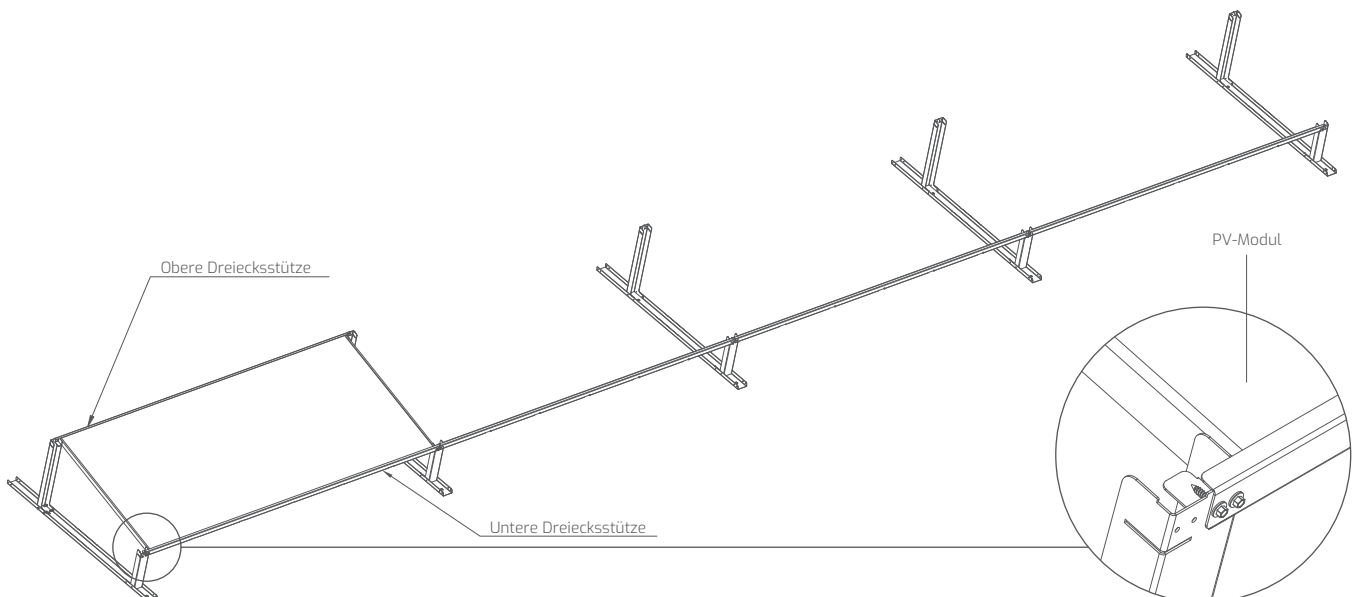

Abb. 4 Befestigung der Module an den Kathodengestellen
- 3** Beim invasiven System erfolgt die dauerhafte Verbindung des Montagedreiecks mit dem Dach mittels einer Doppelgewindeschraube und eines chemischen Dübels (Abb.4).